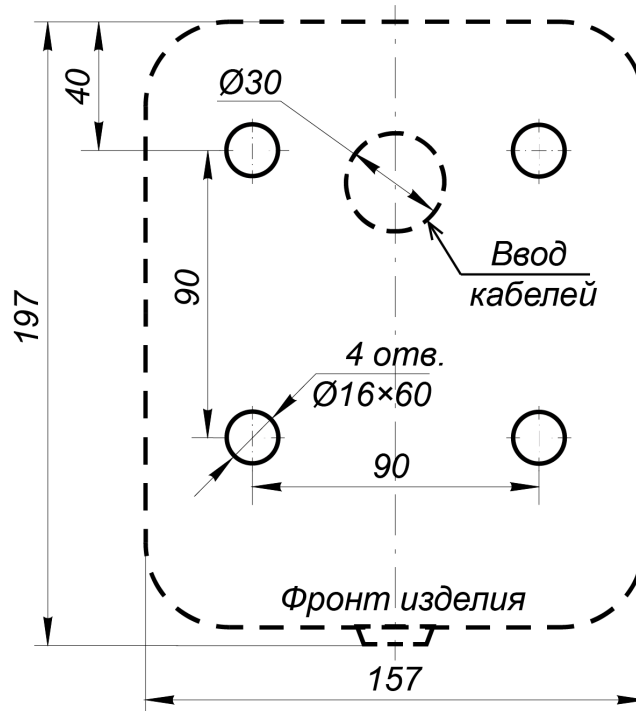

Рисунок 5. Схема разметки для установки картоприемника¹
2. Выполните разметку и разделку отверстий под гильзы анкеров на установочной поверхности для крепления картоприемника в соответствии с рис. 5.
6. Извлеките контейнер (3) картоприемника в порядке, указанном в разд. 9.4.